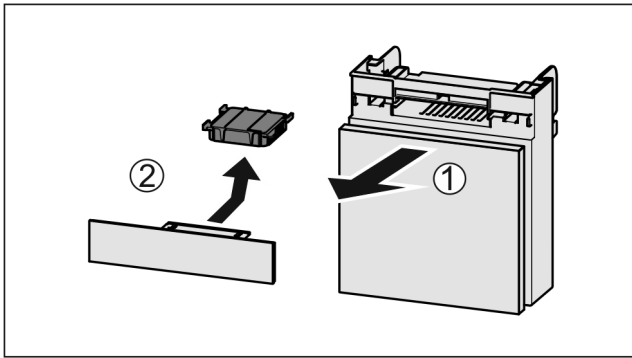

Fig. 166
- ▶ Húzza ki Fig. 166 (1) előrefelé a rekeszt.
- ▶ Vegye ki az aktívszén-szűrőt Fig. 166 (2).